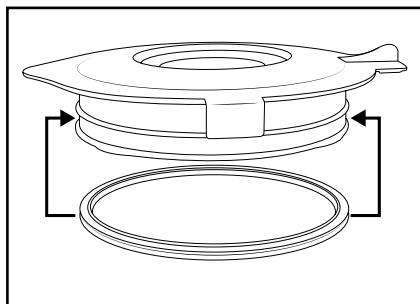

Fig. 3
- Nettoyez le bol mixeur **③** uniquement avec une brosse vaisselle manche long afin de ne pas vous blesser sur les lames **④**.
- Nettoyez le bouchon doseur **①** et le couvercle **②** dans de l'eau additionnée d'un produit vaisselle doux. Pour le lavage à la main, vous pouvez retirer le joint caoutchouc couvercle **⑨**. Veillez à ce que le joint caoutchouc couvercle **⑨** soit à nouveau correctement positionné avant de réutiliser le couvercle **②** (fig. 3).